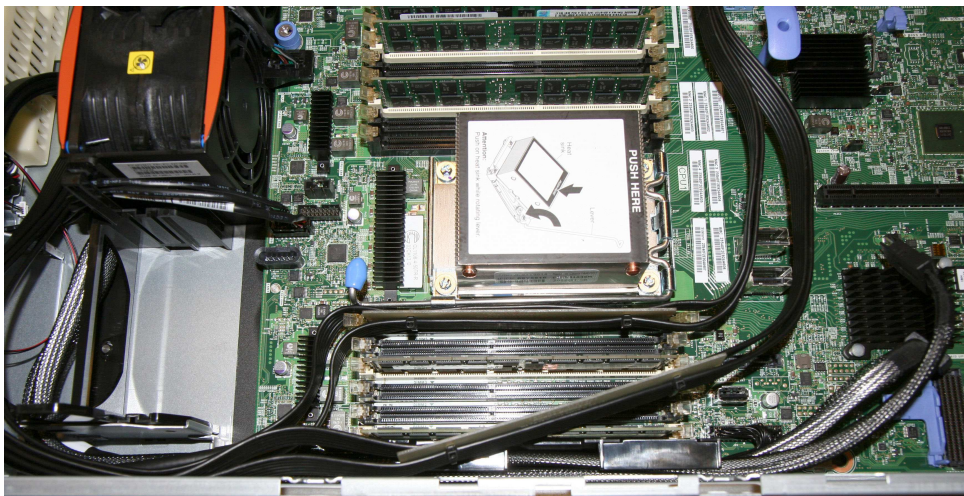

図 172. ヒート・シンクを回避するために、ダミー DIMM の後の電源ケーブルを曲げる
10. 図 172 に示すように、ダミー DIMM を下へ押して、スロット 6 の適切な位置にロックし、ケーブルを曲げて、背の高いヒート・シンクを回避します。